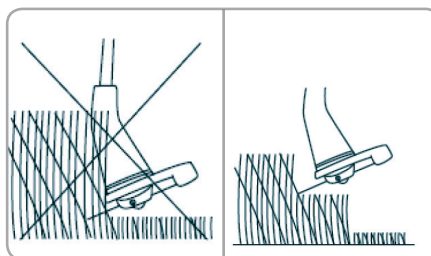

Fig.11
- Tăiați iarba mai înaltă în mai multe etape; Nu tăiați iarba înaltă dintr-o singură tăiere (Fig. 11).
- Pentru a avea rezultate dorite, tăiați iarba mai înaltă, în mai multe etape (Fig. 11).